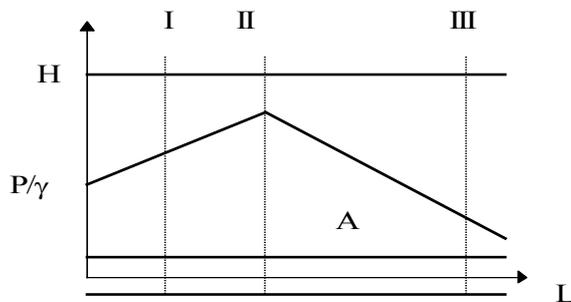

Рис. 1. Напорная и пьезометрическая линии
1. В каком сечении трубопровода А (рис. 1) скорость движения жидкости больше:
2. В каком сечении трубопровода А (рис. 1) давление больше:
3. Какому сечению трубопровода соответствуют напорная и пьезометрическая линии, приведенные на рис. 1: